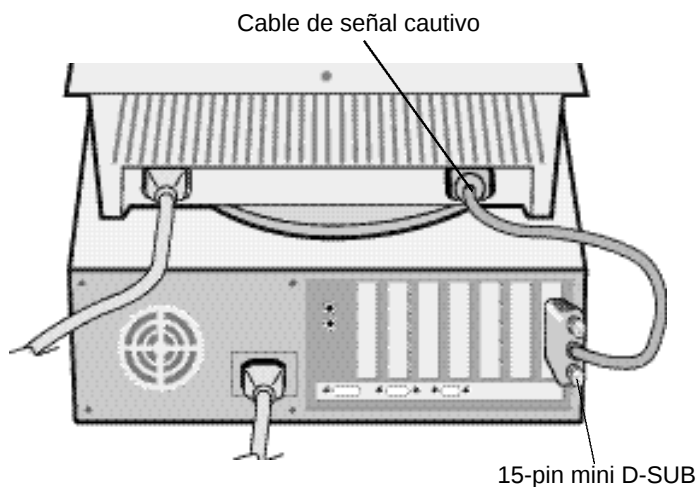

Figura A.1
- 3 Conecte el extremo 15-pin mini D-SUB del cable de señal cautivo a la tarjeta gráfica de su sistema (Figura A.1). Apriete los tornillos.